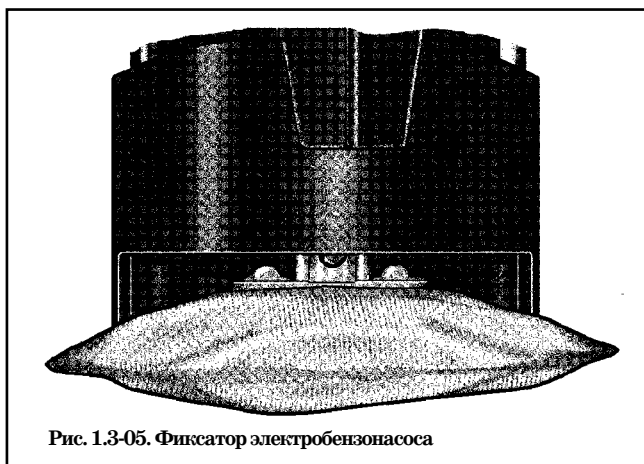

Рис. 1.3-05. Фиксатор электробензонасоса
2. Используя специальное приспособление, плавно насадить сетчатый фильтр усилием не менее 100 Н на его наружную поверхность. Фильтр должен быть напрессован до упора штуцера в насосную секцию электробензонасоса, не допуская повреждения лепестков фиксатора кронштейна. Приспособление при этом не должно касаться крышки корпуса контактов электробензонасоса, в которую встроен электрический разъем. Чтобы проверить правильность установки сетчатого фильтра, необходимо убедиться в том, что фиксатор электробензонасоса выступает за край штуцера сетчатого фильтра на расстоянии около 1 мм (рис. 1.3-05).